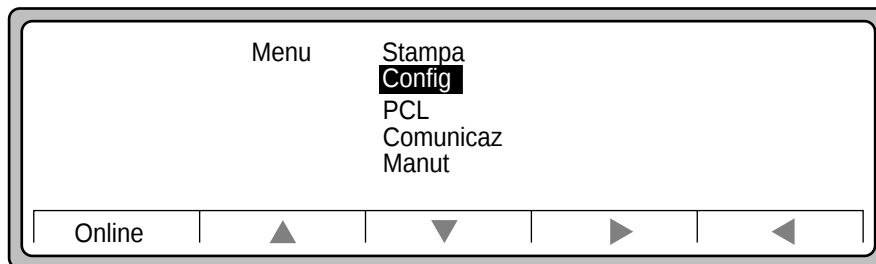

Figura 3-26 Menu Config
2. Premere ▼ per passare a Config (Figura 3-26).
4. Premere ▼ per passare a blocco (Figura 3-26).